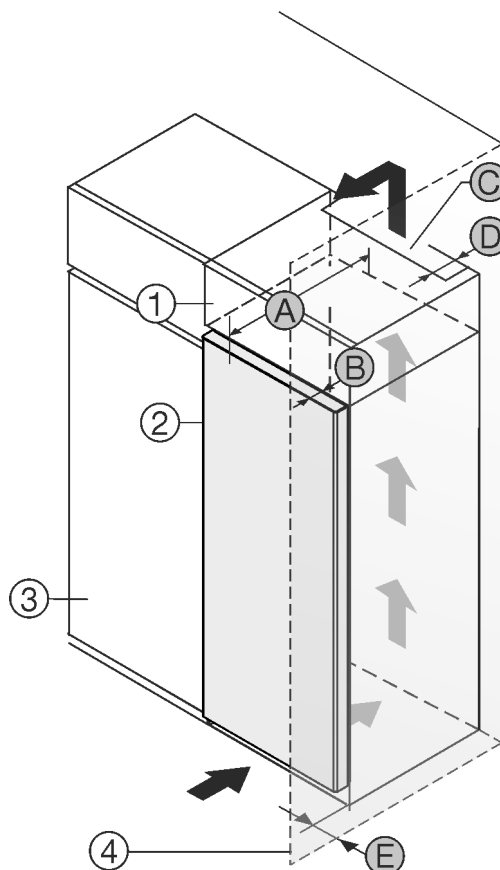

Fig. 1
- (1) 附加柜 *
- (2) 冰箱 *
- (3) 餐具柜 *
- (4) 墙壁 *
- (A) 冰箱深度 *
- (B) 门深度 *
- (C) 通风横截面 *
- (D) 冰箱背面间距 *
- (E) 到冰箱侧面的间距 *
您可以将冰箱直接放置在餐具柜 Fig. 1 (3) 旁边。*
在附加柜背面必须有一个竖风道，其深度 Fig. 1 (D) 应超过整个附加柜宽度。*
盖板下必须保有通风横截面 Fig. 1 (C)。*
如果将带铰链的冰箱放置在墙壁 Fig. 1 (4) 边，冰箱和墙壁必须至少相距 13 mm。*
如果将带铰链的冰箱放置在墙壁 Fig. 1 (4) 边，冰箱和墙壁必须至少相距 20 mm。*
为了能完全打开门，冰箱必须凸出橱柜正面一定门深度 Fig. 1 (B)。根据餐具柜 Fig. 1 (3) 的深度，使用壁距调整垫片可以使冰箱更为凸出。*